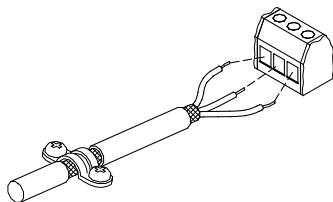

Рис. 9 Защищенный кабель с экраном и проводными соединениями
- Экраны кабелей должны быть надежно подключены на массу с обоих концов. Экраны должны быть максимально близко к клеммам. См. рис. 9.